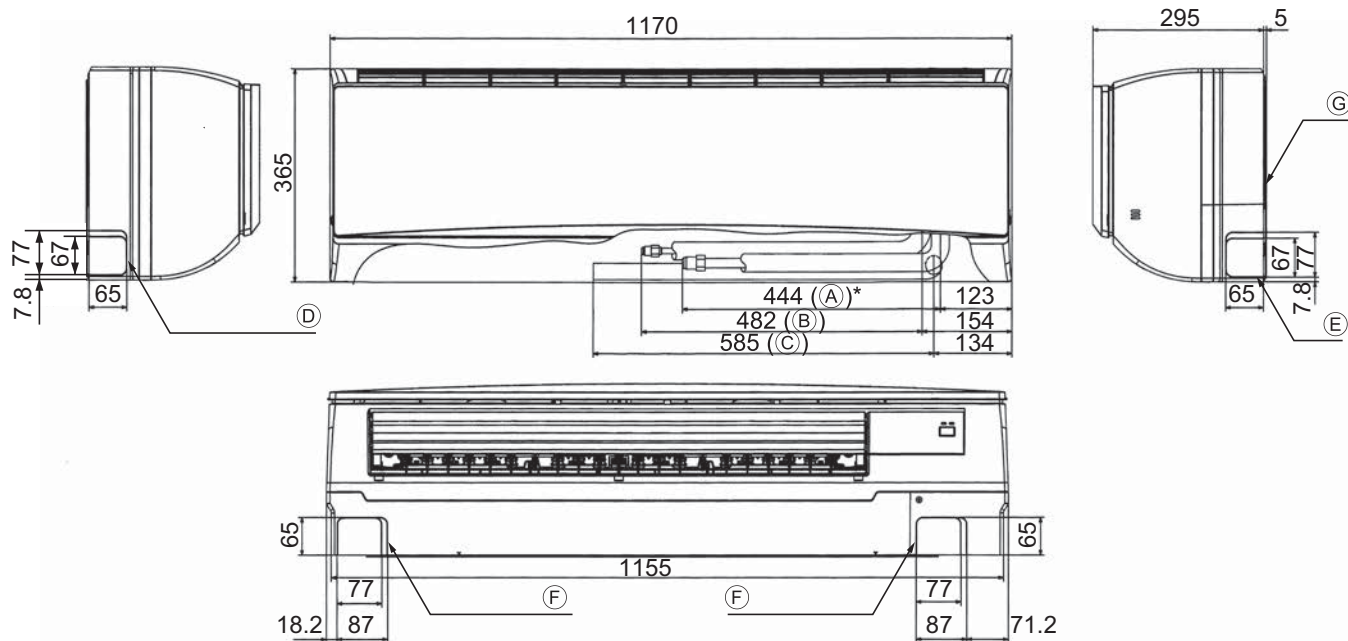

Fig. 4-2
4.2. Plaats van de koelstof- en afvoerpijpen (Fig. 4-2)
- (A) Gaspijp * Geef de status aan met bevestigde accessoires.
- (B) Vloeistofpijp
- (C) Afvoerleiding
- (D) Doordrukopening voor leidingen aan de linkerzijde
- (E) Doordrukopening voor leidingen aan de rechterzijde
- (F) Doordrukopening voor leidingen aan de onderzijde
- (G) Ophangplaat ①